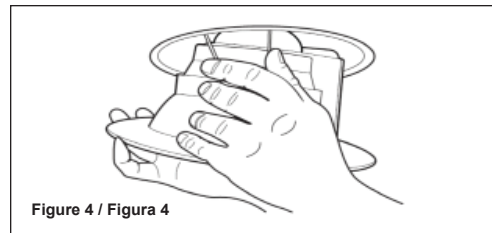

Figure 4 / Figura 4
A. Torsion springs (Model 65BEMW Only): Squeeze each torsion spring together and seat them inside the housing torsion brackets. Release springs, and gently push module into housing until flush with ceiling (Figure 4).
A. Ressorts de torsion (Modèle 65BEMW LED): Pincer ensemble chaque ressort de torsion et les loger à l'intérieur des supports de torsion du boîtier. Relâcher les ressorts et pousser délicatement le module dans le boîtier jusqu'à ce qu'il affleure le plafond (Figure 4).